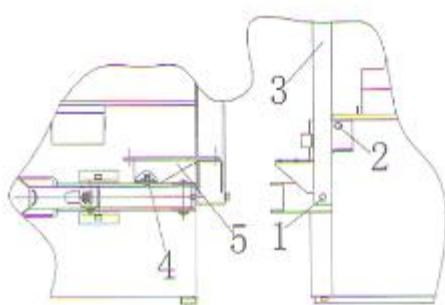
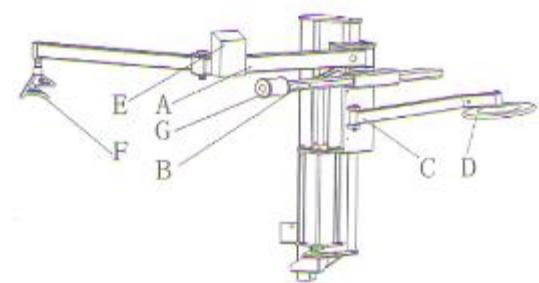

Рис. 10
Рис. 12
- 2) Закрепить колонну (3) с помощью винтов (1) и (2), установить боковой кронштейн (5) в сборе с винтом (4) (рис.10).
- 3) Закрепить приспособление «третья рука» (6) на станке винтами (9) и гайками (7), затем затянуть 4,7,8,9 (рис.10, 11).
- 4) Установить поворотный рычаг (A), шестигранный горизонтальный рычаг (B), опору диска отрыва борта (C) на станок.
- 5) Установить диск отрыва борта (D), переключатель (E), монтажное приспособление (F), прижимной ролик (G) на станок (рис. 12).
На рис. 12 представлены основные узлы установки 006, где: